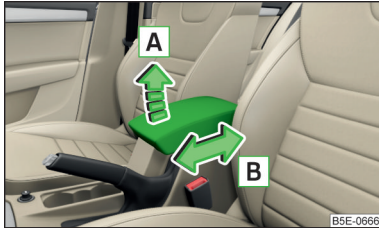

Abb. 83
- Zur **Höheneinstellung** die Armlehne in Pfeilrichtung **A** in eine der Raststellungen anheben » Abb. 83.